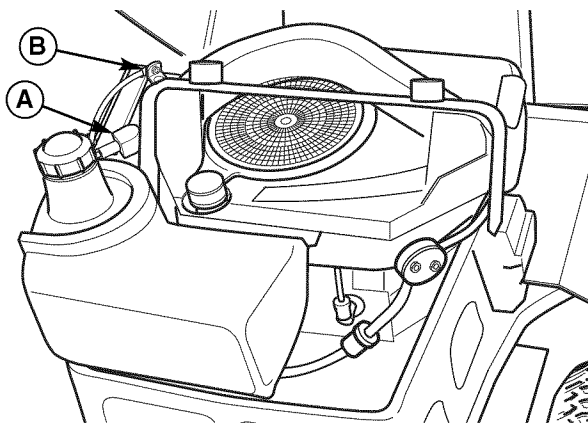

Figura 26. Compartimiento del Motor
1. Desconecte los cables de la batería, primero el cable negativo (B, Figura 26).
6. Reconecte los cables de la batería: primero conecte el cable positivo (A, Figura 26), luego conecte el cable negativo (B).